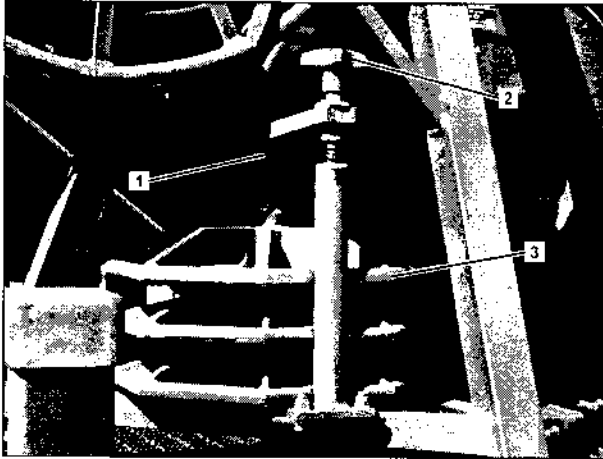

Bild 28
4. Verschraubung (Bild 28/2) abschrauben, Haltelasche (Bild 28/1) zur Seite drehen und Bodenplatte (Bild 28/3) aus der Halterung nehmen.